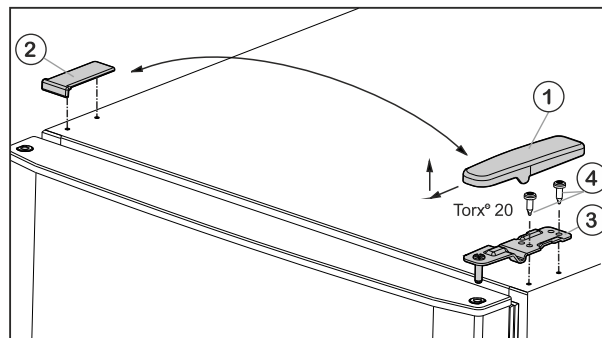
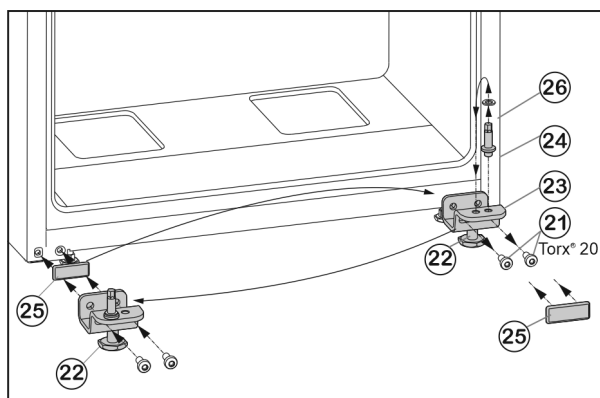

Fig. 5
Fig. 7
- ▶ Skinite pokrov Fig. 5 (1) prema naprijed i gore.
- ▶ Podignite pokrov Fig. 5 (2).
- ▶ Odvijte gornji podložak ležaja Fig. 5 (3) (2 puta Torx® 20) Fig. 5 (4) i izvucite ga prema gore.
- ▶ Odvijte pričvrzne vijke Fig. 7 (21).
- ▶ Skinite cijeli podložak ležaja dolje Fig. 7 (23) zajedno sa svornjakom ležaja Fig. 7 (24), pločicom Fig. 7 (26) i podesivom nožicom Fig. 7 (22).
- ▶ Potpuno odvijte svornjak ležaja Fig. 7 (24) zajedno s pločicom Fig. 7 (26), premjestite ga u suprotnu prihvatnu rupu podloška ležaja i ponovo zavijte.
- ▶ Pažljivo skinite poklopac Fig. 7 (25) i premjestite ga na drugu stranu.
- ▶ Cijeli podložak ležaja dolje Fig. 7 (23) zajedno sa svornjakom ležaja Fig. 7 (24), pločicom Fig. 7 (26) i podesivom nožicom Fig. 7 (22) ponovno pričvrstite na novoj strani šarke, po potrebi uz pomoć odvijača na baterije (s 4 Nm).
- ▶ Stavite donja vrata odozgo na svornjak ležišta Fig. 7 (24).
- ▶ Podložak ležaja u sredini (13) umetnite u donja vrata okrenut za 180° pa ga pričvrsnim vijcima (11) (2 puta Torx® 20) **pritegnite čvrsto (s 4 Nm)** na novu stranu šarki.
- ▶ Ponovo postavite plastičnu pločicu (10).
- ▶ Stavite gornja vrata na podložak ležaja u sredini (13).
- ▶ Umetnite gornji podložak ležaja Fig. 5 (3) na novu stranu šarke u vrata.
- ▶ Čvrsto pritegnite gornji podložak ležaja (s 4 Nm) (2 x Torx® 20) Fig. 5 (4). Po potrebi upotrijebite odvijač na baterije.
- ▶ Pokrov Fig. 5 (1) postavite izvana na suprotnoj strani tako da se fiksira.
- ▶ Pokrov Fig. 5 (2) postavite odozgo na suprotnoj strani tako da se fiksira.
- ▶ Odvijte podesivu nožicu Fig. 7 (22) napodlošku ležaja dolje Fig. 7 (23) tako da se podupre o pod.